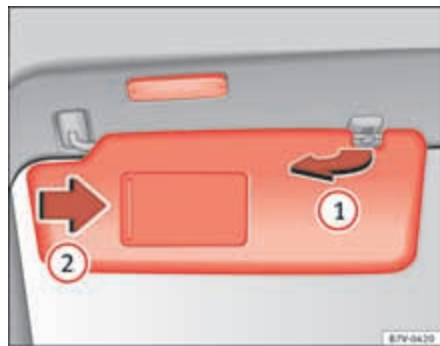

Fig. 69 Parasol.
- El parasol puede extraerse de la fijación y girarse hacia la puerta ⇒ fig. 69 ①.
En el parasol plegado hay un espejo de cortesía, cubierto por una tapa. Al correr la tapa ⇒ fig. 69 ② se enciende una luz.